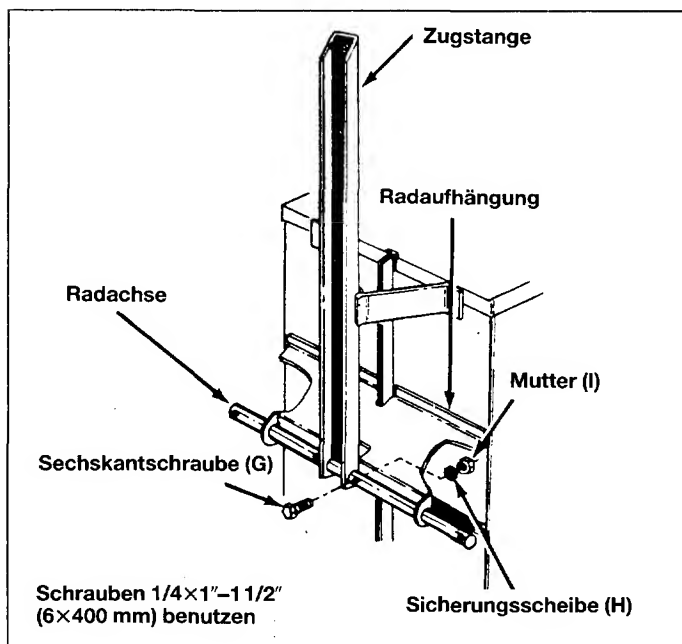

Bild 11
16. Radachse und Zugstange an der Radaufhängung montieren. Darauf achten, daß die offene Seite der Zugstange nach unten zeigt. Die Achse an der Radaufhängung mit 6×40 mm Schraube (G), Sicherungsscheiben (H) und Muttern (I) anbringen. Siehe Bild 11.